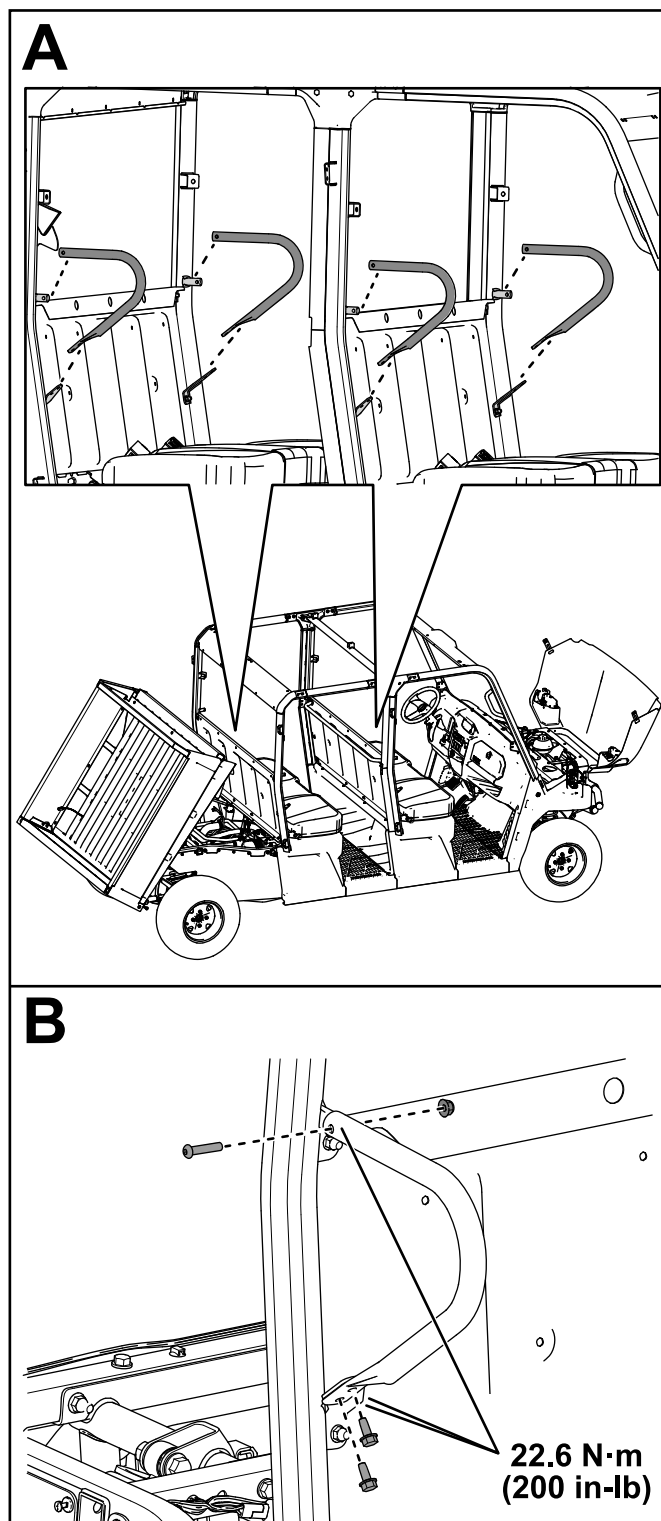

Bild 59
26. Befestigen Sie die beiden Schulterbügel mit acht Blechschrauben (5/16" x 3/4"), vier Flachkopfschrauben (5/16" x 1 1/2") und vier Sicherungsmuttern (5/16") an den hinteren und mittleren Überrollbügeln, wie in Bild 59 dargestellt.
Ziehen Sie die Sicherungsmuttern (5/16") mit einem Drehmoment von 22,6 N·m fest, wie in Bild 59 dargestellt.